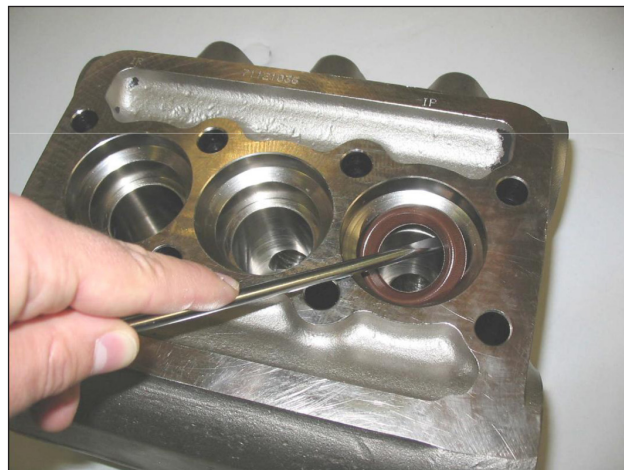

图21
C) 从泵头抽出高压密封圈，从相应底座抽出低压密封圈，可使用如图21所示的简单工具，注意不要损坏各自的底座。